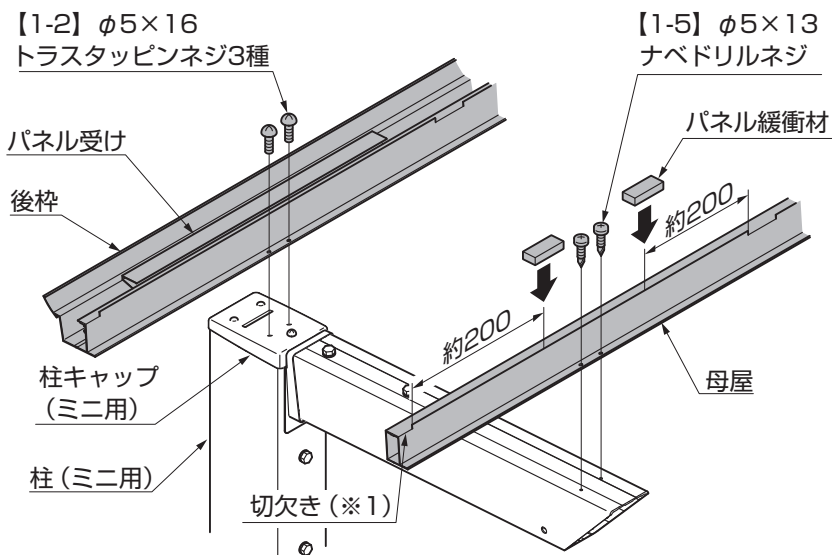

図3-6
①後枠を柱キャップに【1-2】で取付けてください。(図3-6参照)
②パネル緩衝材を母屋の切欠き(※1)から200mmの位置に貼付けてください。
③前枠側にフィン部を向けて、母屋を梁に【1-5】で取付けてください。(図3-6参照)